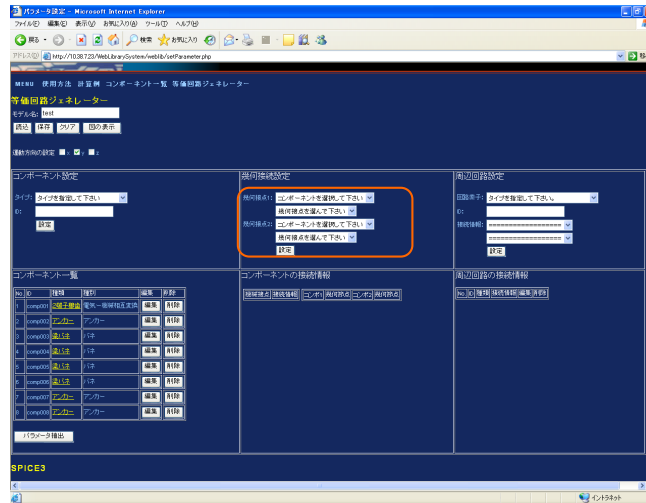
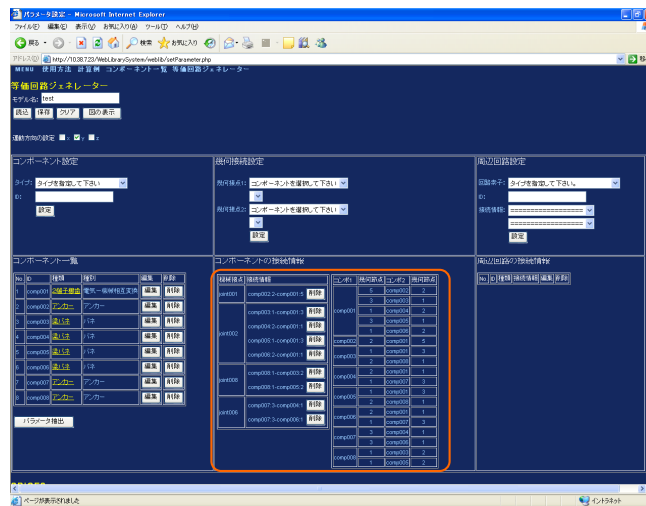
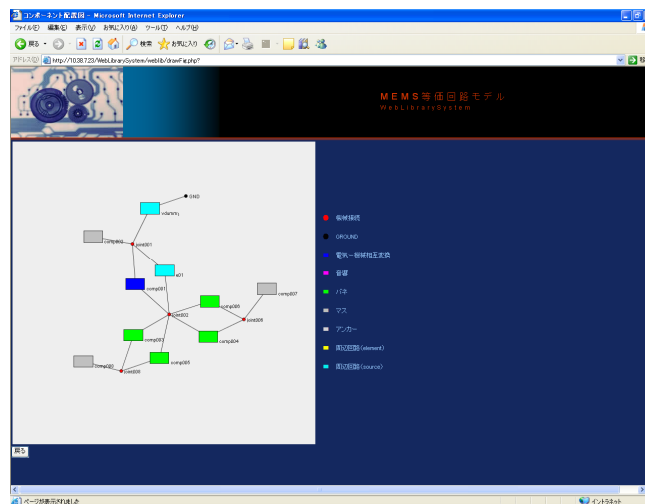

Figure 15: 幾何接続設定
Figure 16: コンポーネントの接続情報
Figure 18: 図の表示
- (d) 次に、コンポーネント間の接続関係を設定する。コンポーネントごとに幾何節点が定義されており、この幾何節点で他のコンポーネントとの接続を行う。定義は、「コンポーネント一覧」部の「種類」列に表示されるリンク(図 13) をクリックすると確認することができる(図 14)。図 15 に示す「幾何接続設定」部で登録されたコンポーネントがリストに表示されるので、接続するコンポーネントを選択する。コンポーネ
ントを選択すると、そのコンポーネントが持つ幾何節点がリストに表示されるので選択する。「設定」ボタンを押すと、設定された内容は図16のように「コンポーネントの接続情報」部に表示される。
トワーク図として参照することができる (図 18)。また、図 16 の「コンポーネントの接続情報」部でも確認することができる。左側のテーブルはコンポーネント同士の接続点にどのコンポーネントが接続しているかを表したものである。右側のテーブルは、あるコンポーネントにどのコンポーネントが接続しているかを表したものである。接続関係の変更を行うには、図 15 の幾何接続設定で新たな接続を設定したり、図 16 の「コンポーネントの
「コンポーネント一覧」と「コンポーネントの接続情報」が完成した後、等価回路で表したときの回路素子のパラメータを計算するのに必要な電気・機械パラメータの抽出を行う。図 18 に示す「コンポーネント一覧」下部の「パラメータ抽出」ボタンを押すと抽出が実行される。